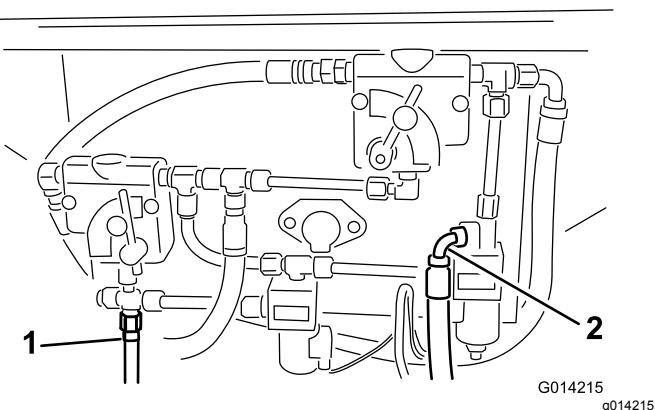
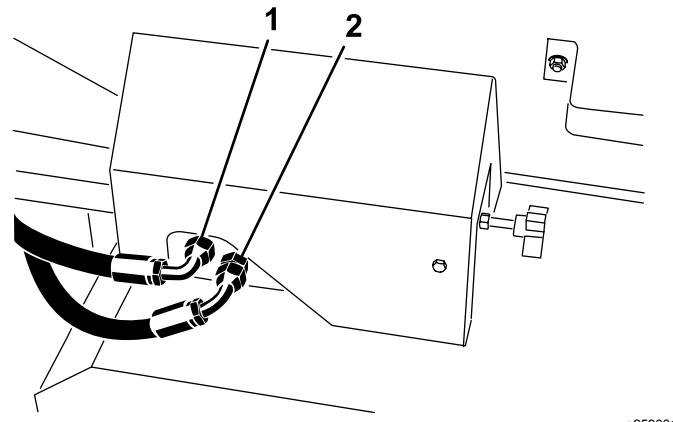
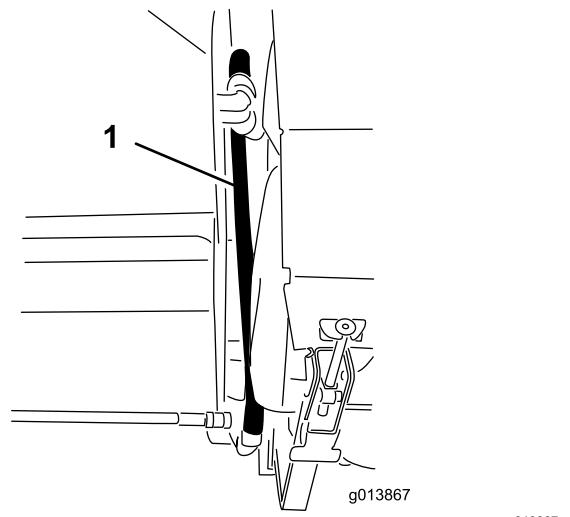
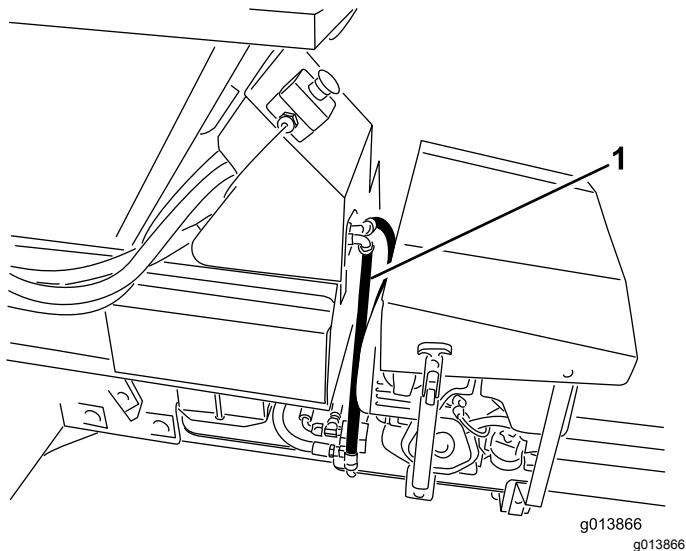

Figura 14
Figura 15
Figura 16
Figura 17
40. Identifique as ligações de pressão e retorno no modelo base ProPass. Consulte Figura 14 para as versões SH e Figura 15 para as versões EH.
41. Se os tubos de pressão e retorno tiverem sido devidamente instalados nos locais indicados na Figura 14 e Figura 15, remova-os.
42. Ligue os tubos hidráulicos ao painel de controlo hidráulico. Consulte Figura 14 e Figura 16 sobre as versões SH e e sobre as versões EH.Figura 15Figura 17